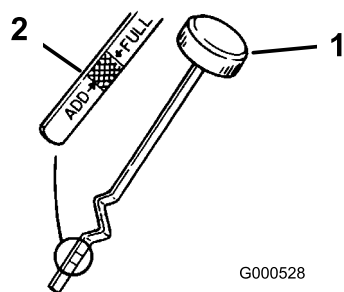

Figura 34
3. Desenrosque la varilla de aceite y limpie el extremo (Figura 34).